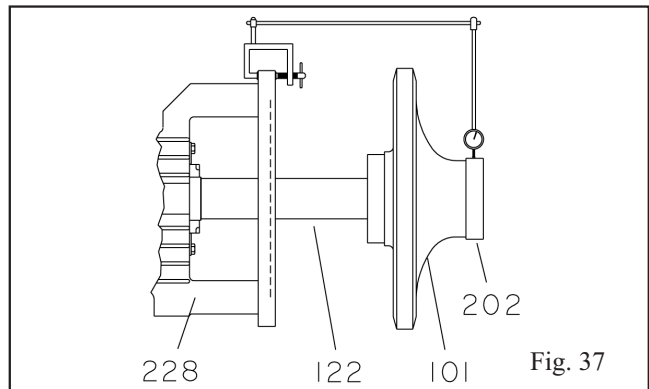

Fig. 37
- d. Monte o comparador conforme mostrado na Fig. 37.